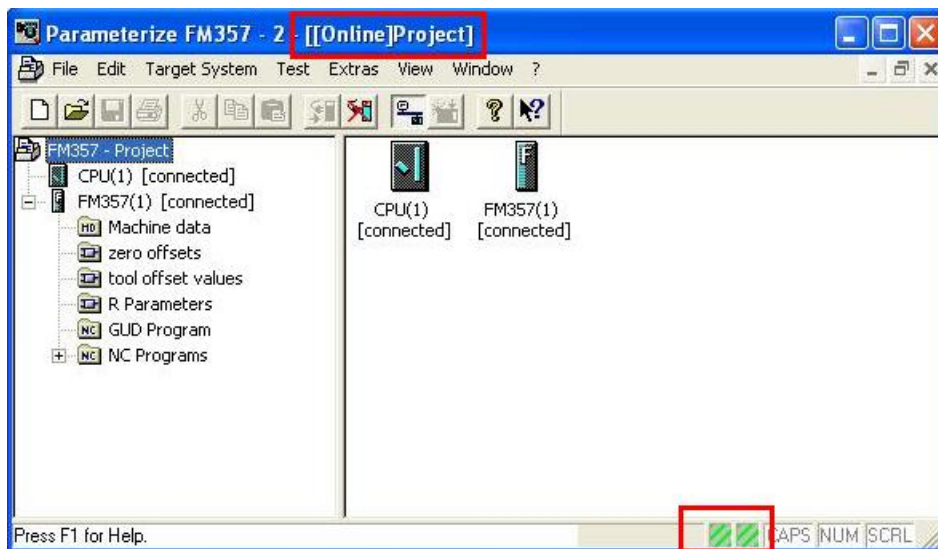

图 6 FM357-2 参数化在线
2) 如果 PG 与 PLC 通信连接已经建立, 点击 **Parameterize** 按钮后, 直接进入 FM357-2 在线窗口 (图 6)。如果通信连接失败, 则系统提示不能建立连接, 只能工作在离线模式。